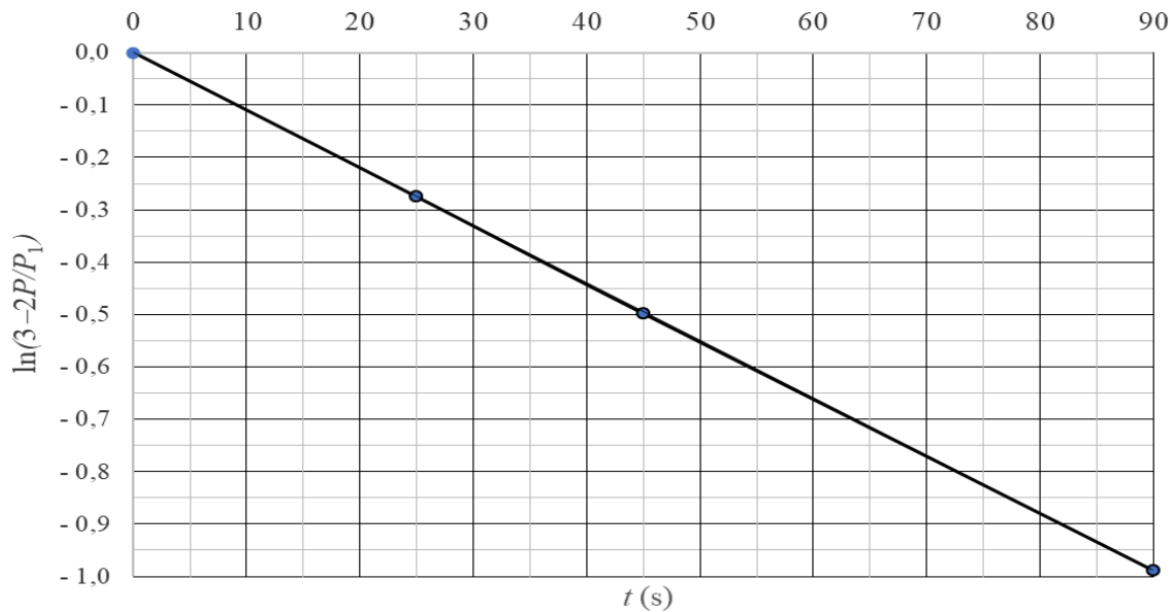

FIGURE 5 – Tracé des résultats expérimentaux au cours du temps.
La FIGURE 5 est la représentation graphique de $\ln\left(3 - 2\frac{P}{P_i}\right)$ en fonction du temps, tracée à l'aide des données du tableau ci-dessus.
Q.8 À l'aide de la FIGURE 5, déterminer la valeur de k .
Q.9 On rappelle que le temps de demi-réaction $t_{1/2}$ est défini comme la durée au bout de laquelle l'avancement est égal à la moitié de l'avancement final (c'est-à-dire quand $t \rightarrow \infty$) et qu'il vaut $t_{1/2} = \frac{\ln 2}{k}$ pour une réaction d'ordre 1. Calculer $t_{1/2}$ pour la réaction (2) dans les conditions de l'expérience.